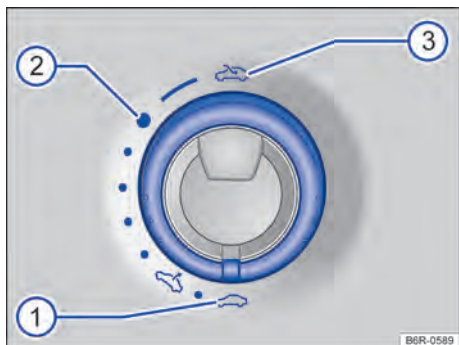

Fig. 64 No revestimento do teto: interruptor para abrir e fechar o teto de vidro.
Para levantar o teto de vidro, o interruptor rotativo precisa estar na posição → **Fig. 64** **ⓘ**.
- **Abrir totalmente:** girar o interruptor para a posição → **Fig. 64** **ⓓ** e manter pressionado até que o teto de vidro chegue à posição desejada.
- **Posição de conforto:** girar o interruptor para a posição → **Fig. 64** **ⓔ**.
- **Ajustar a posição intermediária:** girar o interruptor para a posição → **Fig. 64** **ⓔ** até → **Fig. 64** **ⓓ**.
- **Fechar totalmente:** girar o interruptor para a posição → **Fig. 64** **ⓓ**.
- Girar o interruptor para a posição “fechado” → Fig. 64 .